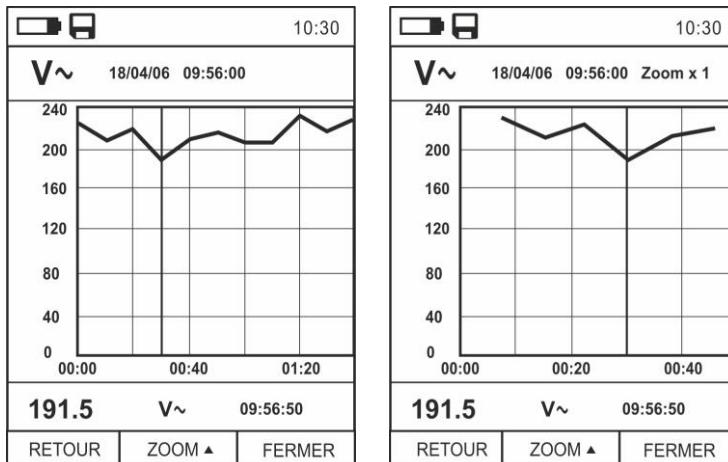

Fig. 35: Fonction data logger – Affichage du graphique d'enregistrement
17. Appuyer sur la touche **MODE (EVOLUT.)** pour afficher à l'écran le graphique de l'enregistrement et l'évolution correspondante dans le temps (Trend). La page-écran Fig. 35 – partie gauche s'affiche à l'écran
19. Appuyer sur la touche **▲ (ZOOM)** pour activer (si disponible) le Zoom des valeurs sur le graphique (voir Fig. 35 – partie droite) dans le but d'augmenter la résolution. L'indication « Zoom xY » où Y = dimension max de zoom est présente dans la partie haute de l'écran. Il est possible d'effectuer un zoom X1 pour au moins 10 points de mesure, X2 pour au moins 20 points de mesure, X3 pour au moins 40 points de mesure et ainsi de suite pour un maximum de 6 opérations de zoom